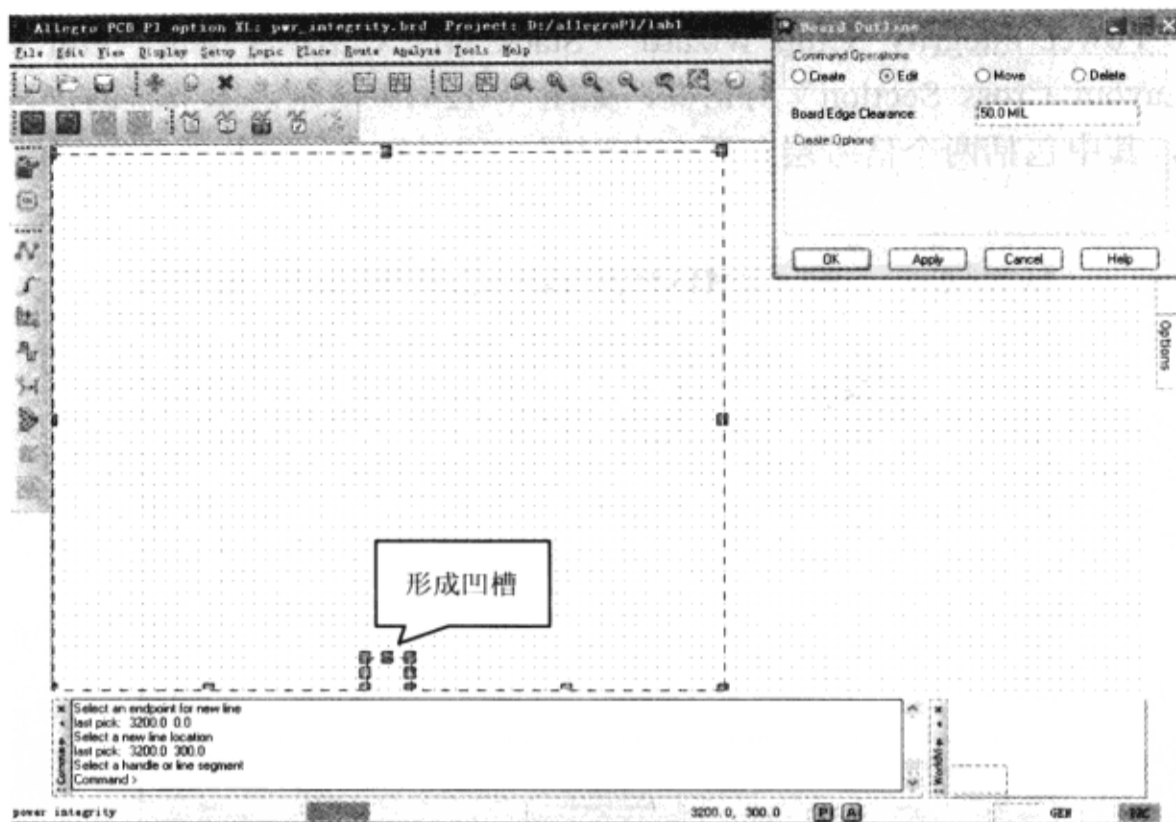

图 7-12-17 编辑 PCB 的边框
(9) 在当前光标右边 400mils 处单击鼠标左键（4 个栅格点，坐标值为 3200.0,0.0），向上滑动光标 300mils（3 个栅格点，坐标值为 3200.0,300.0）→单击鼠标左键。此时就在 PCB 的底部创建了一个凹槽。使用同样的方法可根据需要对 PCB 的形状进行修改，如图 7-12-17 所示。